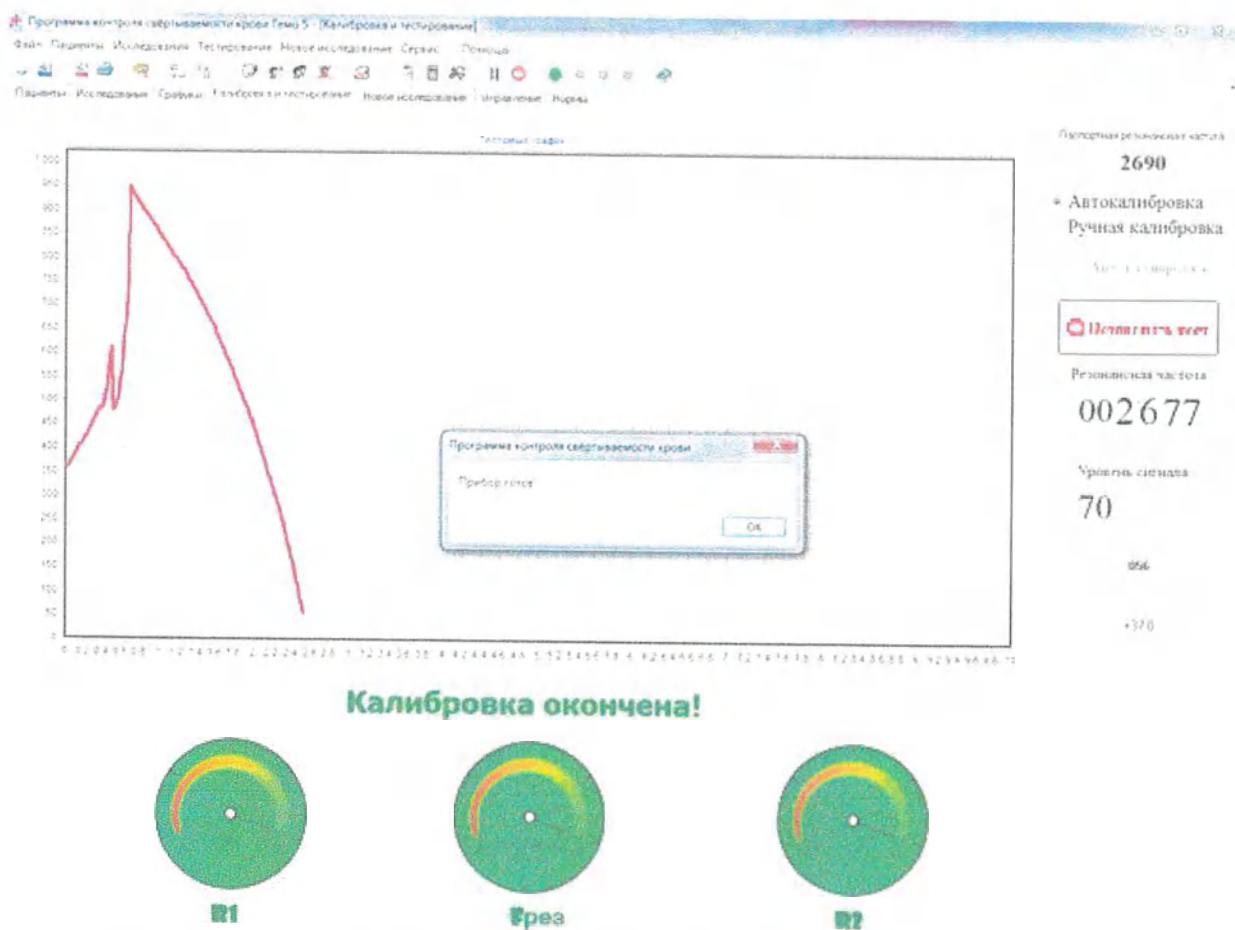

Рисунок 31 – Окончание автокалибровки
• Завершающий этап калибровки начинается после нажатия клавиши «Да», окончанием будет служить диалоговое окно «Прибор готов» (рисунок 31).